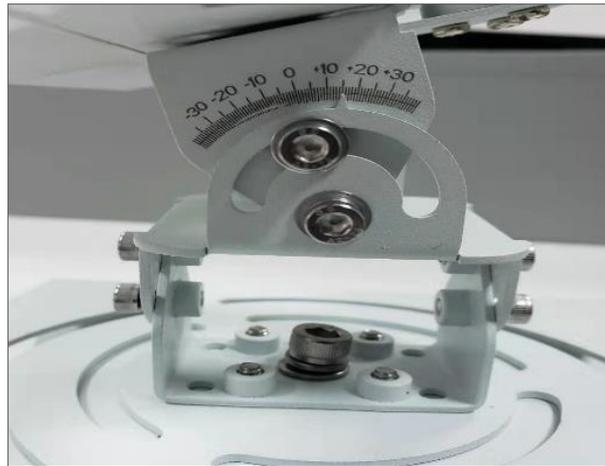

Figura 9 – Registro do ângulo de inclinação
2) De acordo com a altura real de instalação, encontre o ângulo α dado na tabela do ângulo de inclinação, e o ângulo de inclinação final é $(\gamma + \alpha)$ na escala lateral, com a tolerância de $\pm 1^\circ$. Por exemplo, se o radar estiver montado a 7 metros de altura, o ângulo de inclinação inicial é de 0° e o ângulo de inclinação do radar $(\alpha + \gamma)$ é de 15° (Figura 9). No processo de instalação real, o ângulo inicial geralmente não é igual a 0° .